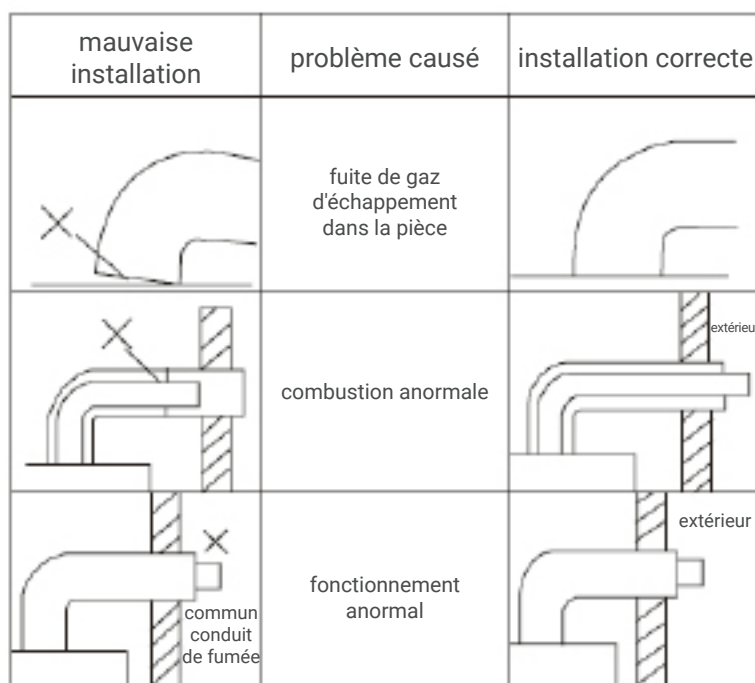

Fig.13
- L'installation du conduit de fumée doit être correcte, sinon les gaz d'échappement reflueront et seront dangereux (Fig. 13).